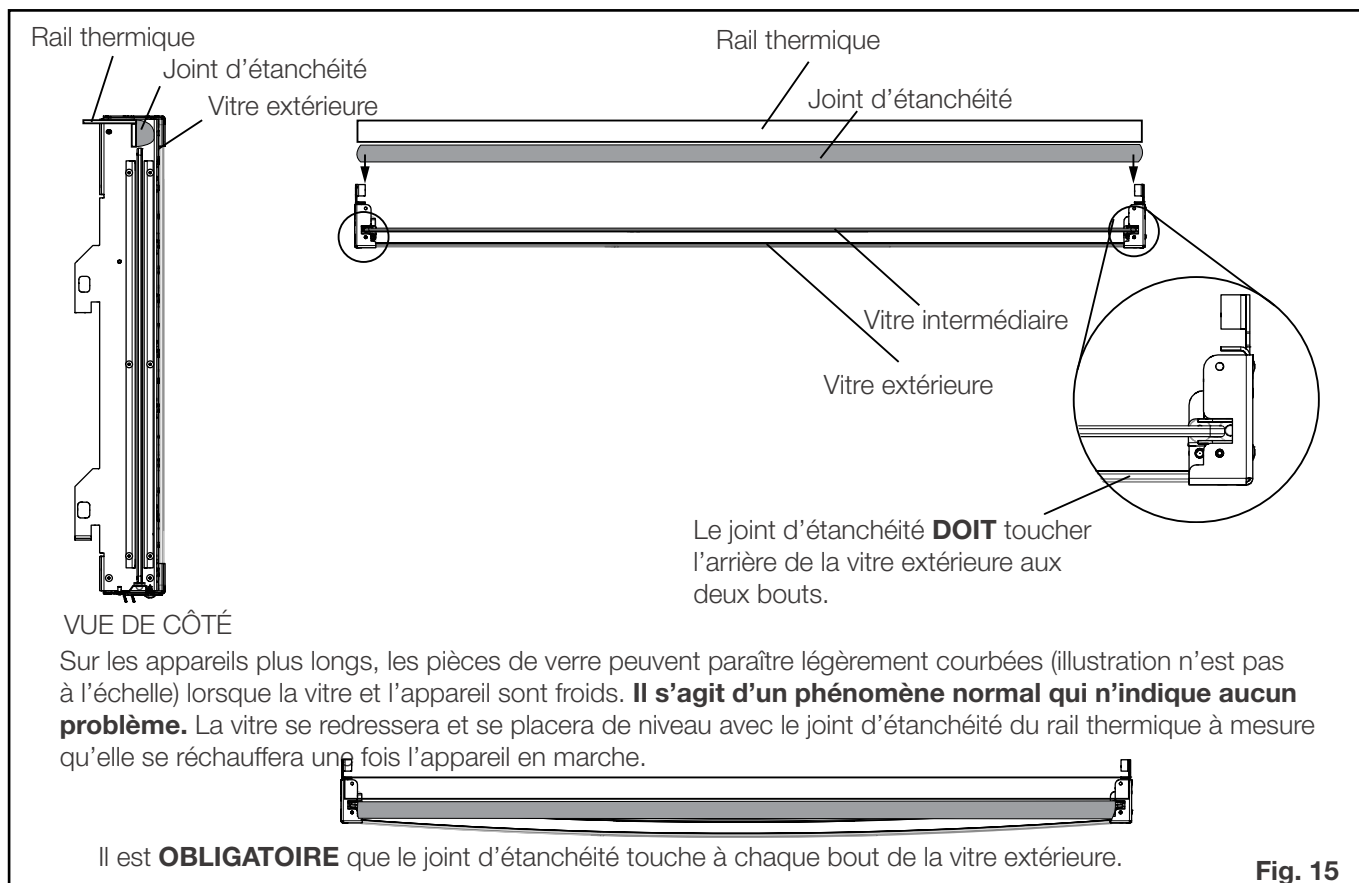

Fig. 15
11. Faites glisser le TGGA dans l'appareil jusqu'à ce que la vitre extérieure touche au joint d'étanchéité du rail thermique. La surface de la vitre doit entrer en contact avec le rail thermique aux deux bouts (**Fig. 15**). Le TGGA « clique » dans les loquets lorsqu'il est verrouillé. Si on tire dessus, le TGGA ne doit pas s'ouvrir, il doit être retenu par les loquets. Si le TGGA ne s'enclipse pas aisément avec les loquets, un ajustement pourrait être nécessaire; reportez-vous à l'étape 13.